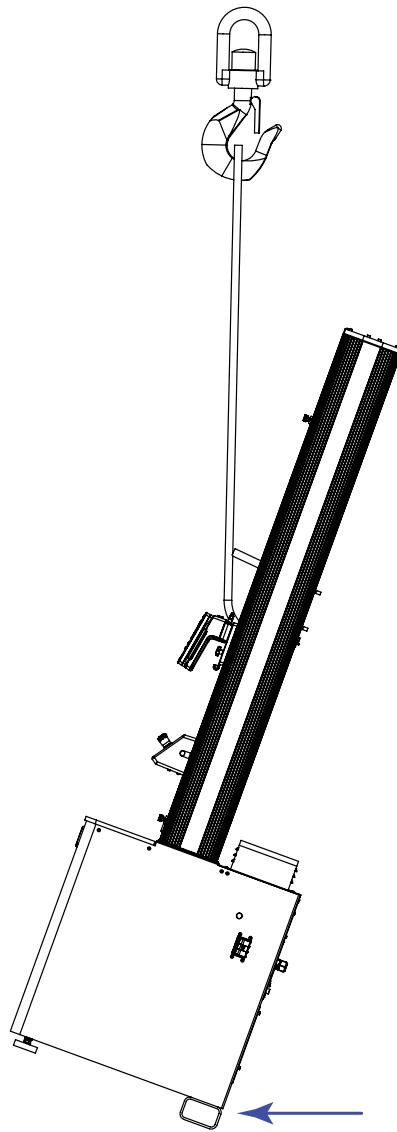

Abbildung 25. Den Prüfrahmen aufrichten
5. Heben Sie den Rahmen langsam in die vertikale Position an (siehe Abbildung 25 auf Seite 86).
Achten Sie beim Anheben darauf, dass die einzigen Teile, die mit dem Versandgestell oder dem Boden in Berührung kommen, die rohrförmigen Halterungen an der Rückseite der Rahmenbasis sind (gekennzeichnet durch Pfeile in Abbildung 25 auf Seite 86).